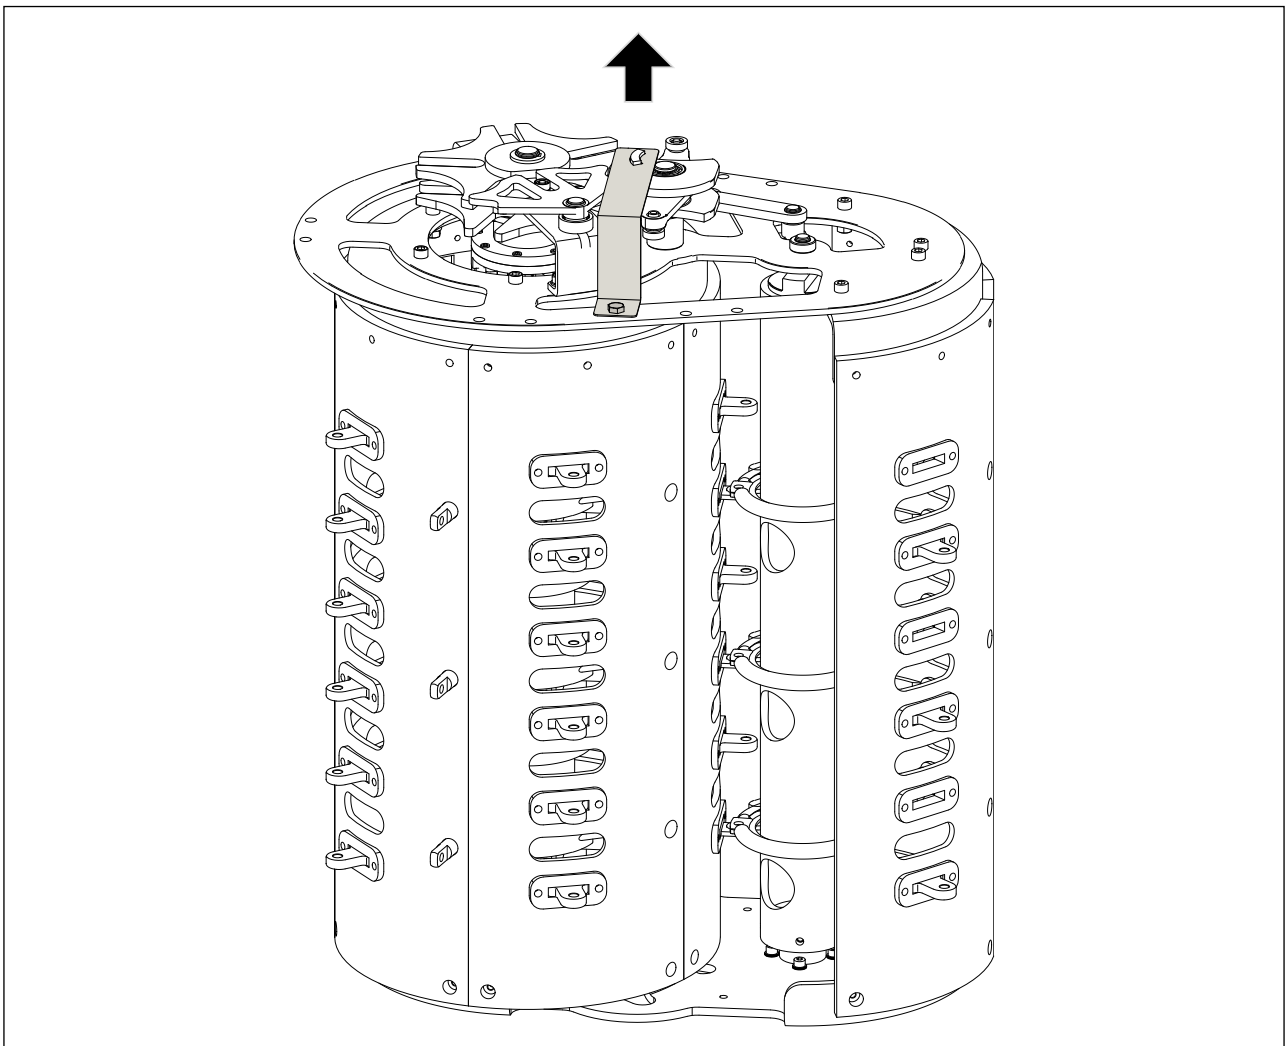

图 5-10 拆除分接选择器的定位板
3. 使用 19mm 开口 / 套筒扳手，拆除 M12 螺栓紧固件，每套配弹簧垫圈 x1、平垫圈 x2、螺母 x1，拆除分接选择器的定位板（见图 5-10）。